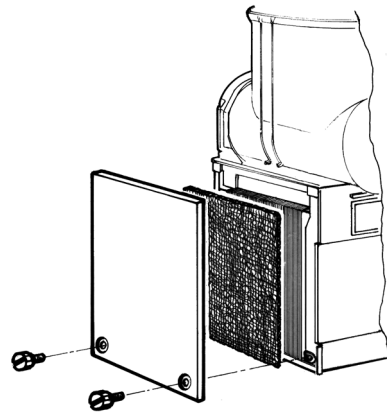

figura 18
**2 Cada mes:** eliminar el polvo que se acumula sobre el filtro del condensador. Un filtro obstruido reducirá las prestaciones y podrá causar daños al compresor. Desmontar solamente el panel izquierdo (lado grifo) desenroscando a mano los tornillos de fijación cubiertos de plástico (ver figura 18).